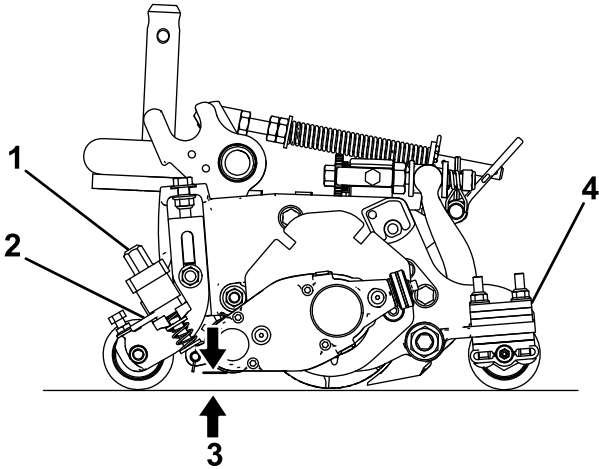

图23
- 3. 旋转快速升起联杆（图23）至接合位置（手柄朝向滚刀组的前面）。
- 4. 在疏草刀滚刀的 1 个端部，测量从疏草刀刀片的最低刀尖到工作表面的距离（图23）。旋转高度调节旋钮（图23），提升或降低疏草刀刀尖至想要的疏草高度。